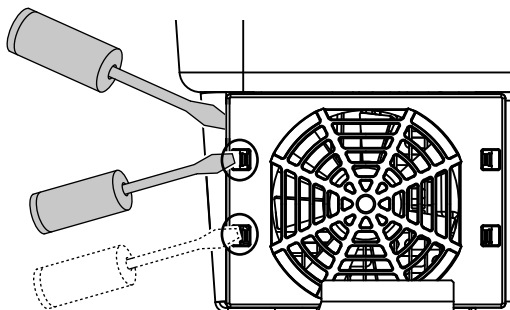

Fig. 53: Løsn fastgørelseslaskerne
3. Tryk med en anden skruetrækker fastgørelseslaskerne hen til midten af ventilatoren. Træk ventilatorenheden lidt fremad.  **Fig. 53**